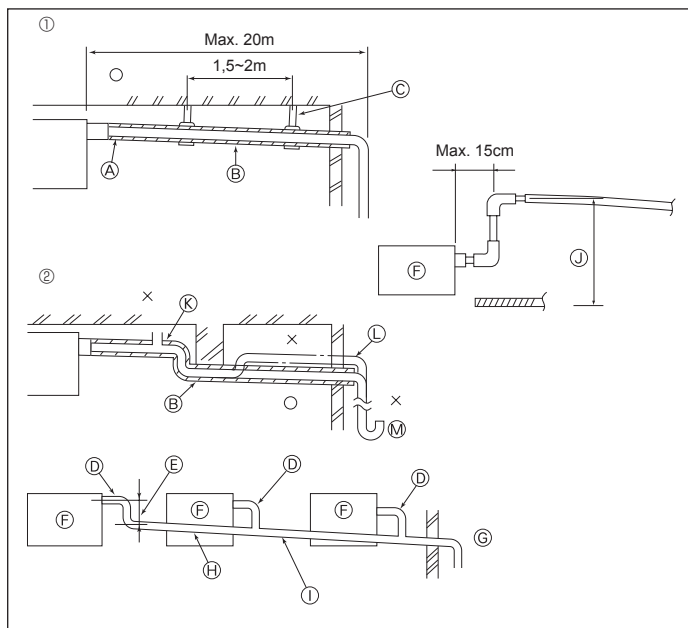

Fig. 3-4
3.4. Verrohrung der Dränage (Fig. 3-4)